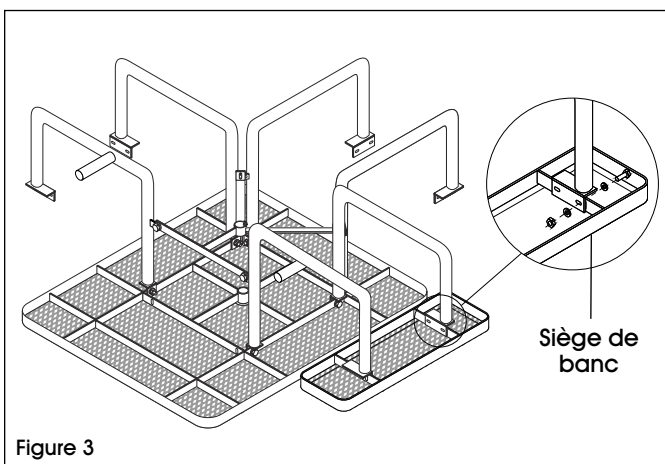

Figure 3
3. Installez sans serrer les trois sièges de banc sur les pieds à l'aide de quatre boulons, huit rondelles et quatre écrous par banc. (Voir Figure 3)